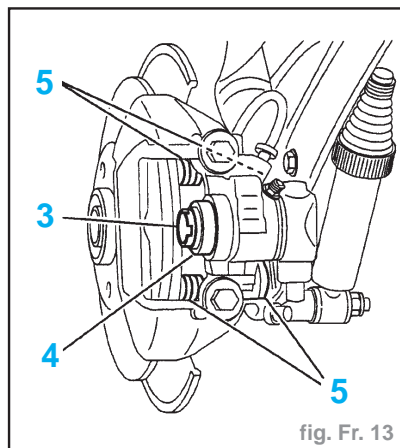

fig. Fr. 13
- Contrôler visuellement (fig. Fr. 13) :
- l'étanchéité autour du piston (3)
- le bon état et l'ajustement parfait du capuchon (4) et des soufflets de protection (5)